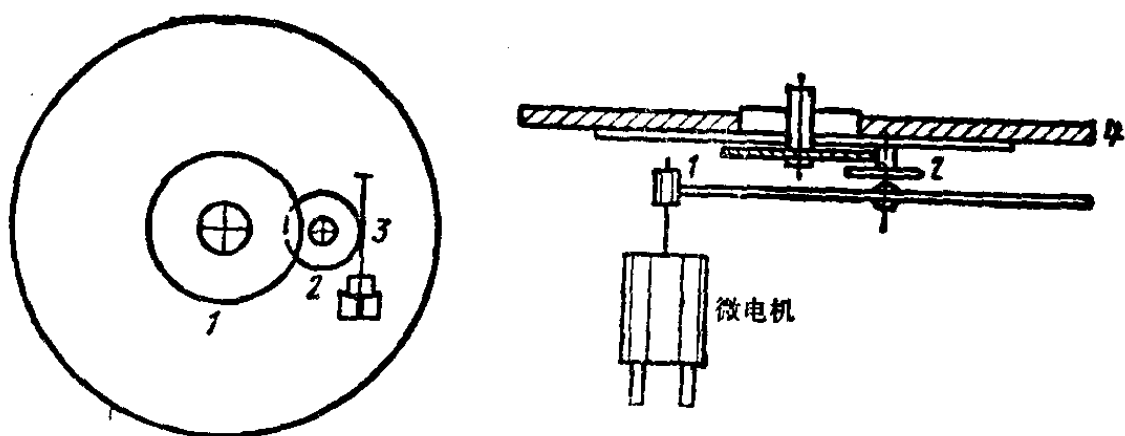

图 1-9 利用电话拨号盘制成的磁带走带机构
(3) 最简单的磁带走带机构 录音机的最简单的磁带走带机构可以用电话机拨号盘的零件制造。为此, 首先要将拨号盘锯开, 卸下弹簧、号码板以及所有的接点。然后, 将装好转速调节器的拨号盘固定在录音机的相应部位, 并使之与套有橡皮套管的微电机 (如4.5伏/4500转/分) 的转轴实现摩擦结合 (图1-9)。图1-9的符号是: 1. 齿轮 (在此齿轮轴